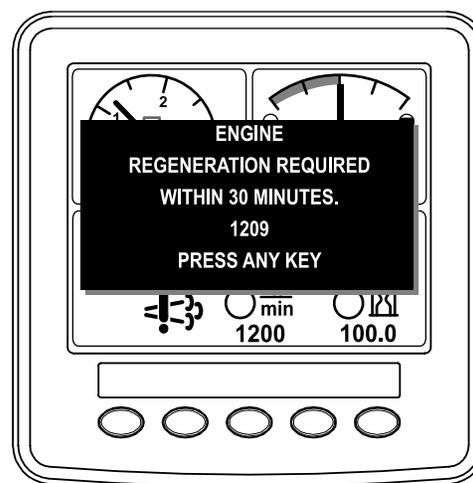

Рисунок 48
- Если вы проигнорируете запрос на регенерацию с парковкой (отображенный на дисплее инфо-центра) и продолжите эксплуатировать машину (Рисунок 48), в фильтре DPF может накопиться критический объем сажи.